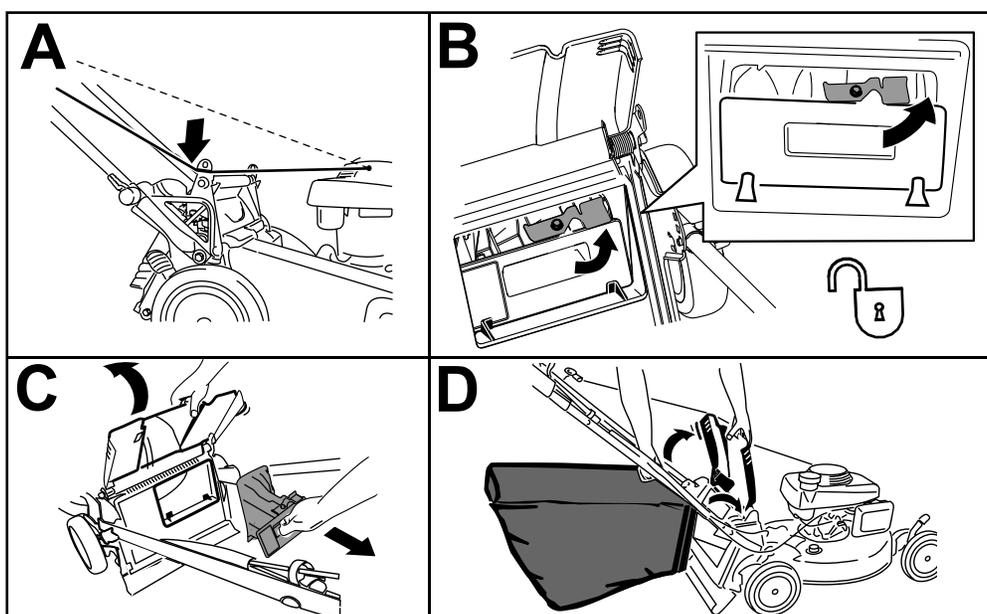

Рисунок 17
1. Проложите трос стартера вокруг нижней направляющей троса (вид А на Рисунок 17).
2. Поднимите и удерживайте вверху задний дефлектор, расфиксируйте заднюю заглушку (вид В на Рисунок 17).
3. Вытяните наружу заднюю заглушку (вид С на Рисунок 17).
4. Навесьте верхний передний край травосборника, выходящий из стержней травосборника, на пазы кронштейнов рукоятки (вид D на Рисунок 17).